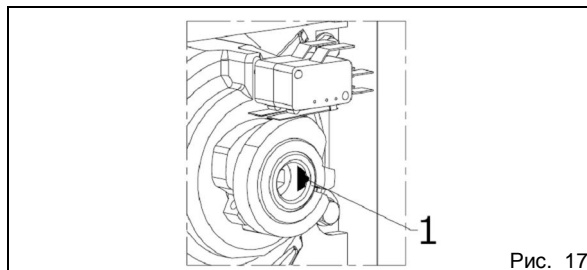

Рис. 17
**ВНИМАНИЕ!** Механический упор состоит из пружинного штифта (рис. 17, поз. 1), который обязательно должен стоять на своём месте для обеспечения нормальной работы механизма ручного отпирания.